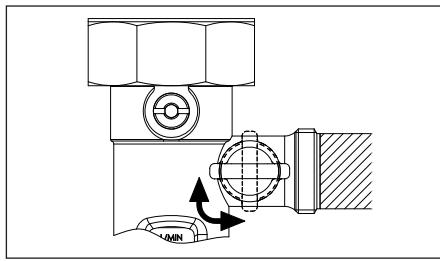

Abb. 6.17 Entlüften über Durchflussmesser
- Entlüften Sie die Solaranlage während des Spülvorgangs manuell, indem Sie den seitlichen Entleerungskugelhahn der Durchflussmess- und Einstellvorrichtung zwischendurch für ca. 20 Sekunden schließen und abrupt wieder öffnen (Abb. 6.17). Wiederholen Sie diesen Vorgang in regelmäßigen Abständen.